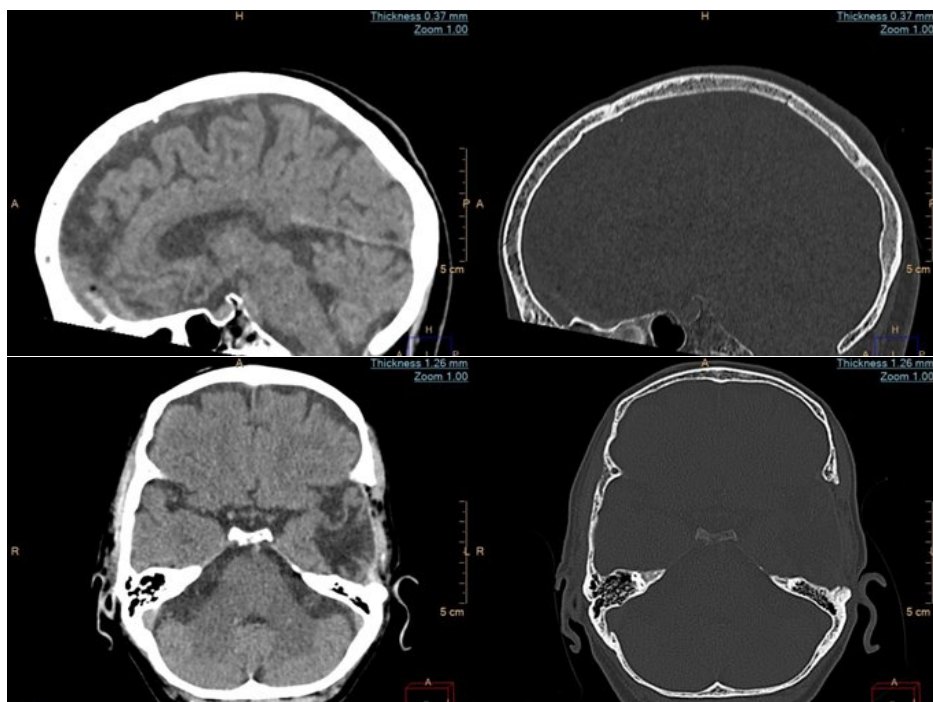

Figure 14 : Suivi post craniotomie d'une hémorragie crânienne [source : interne]
- Suivi post craniotomie d'une hémorragie crânienne (figure 14) :